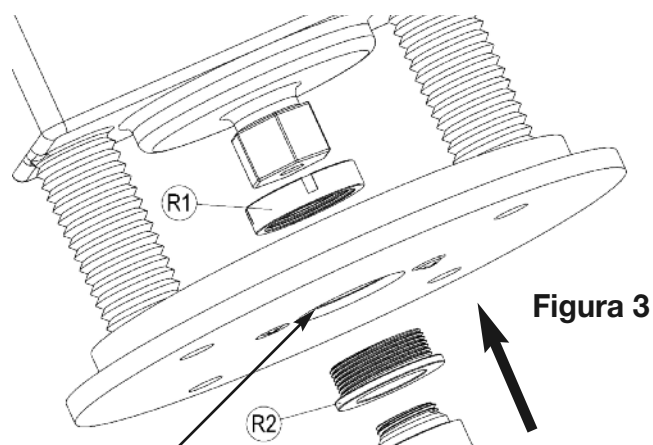

Figura 3
3. Atornille la guía de cojinete de la fresadora de 1-1/8" [R-3] dentro del centro del Manguito de Guía y apriételo manualmente. (Figura 3)